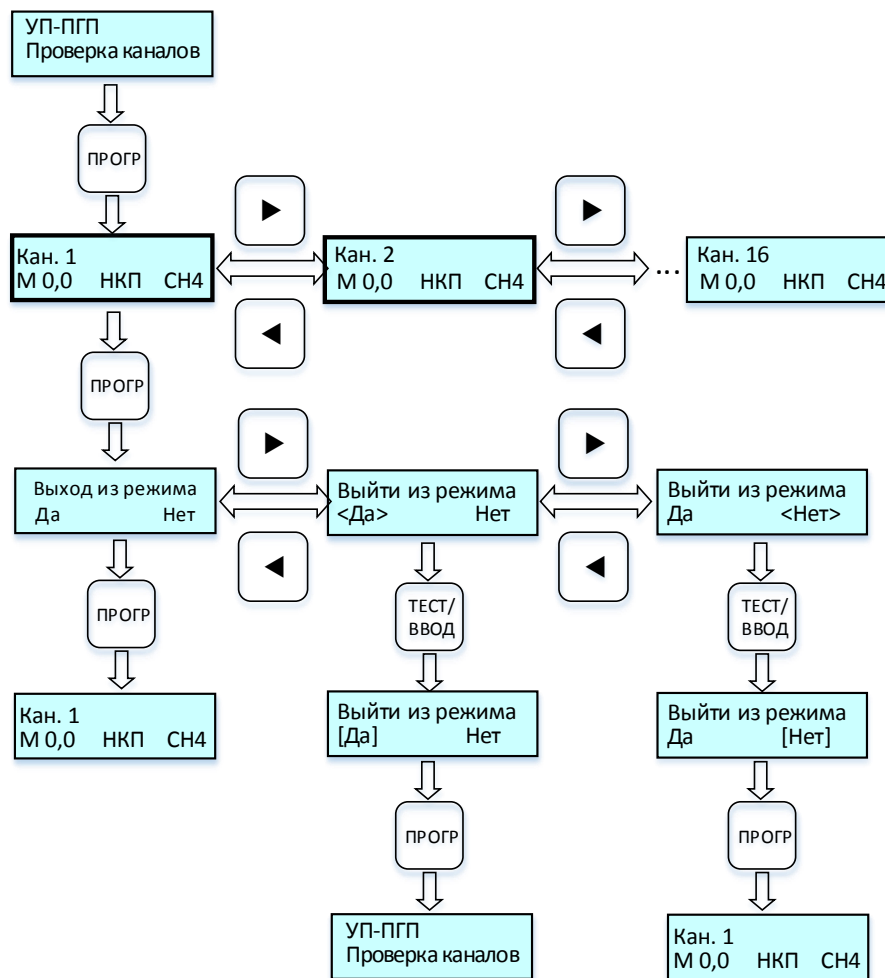

Рисунок 19 – Циклограмма выводимых сообщений на дисплей меню «УП-ПГП Проверка каналов».
2.6.7.3 Для **проверки каналов** выбрать в меню «УП-ПГП Сервисный режим» кнопками «◀» или «▶» пункт меню «УП ПГП Проверка каналов» и выполнить процедуры по циклограмме *рис. 19*.